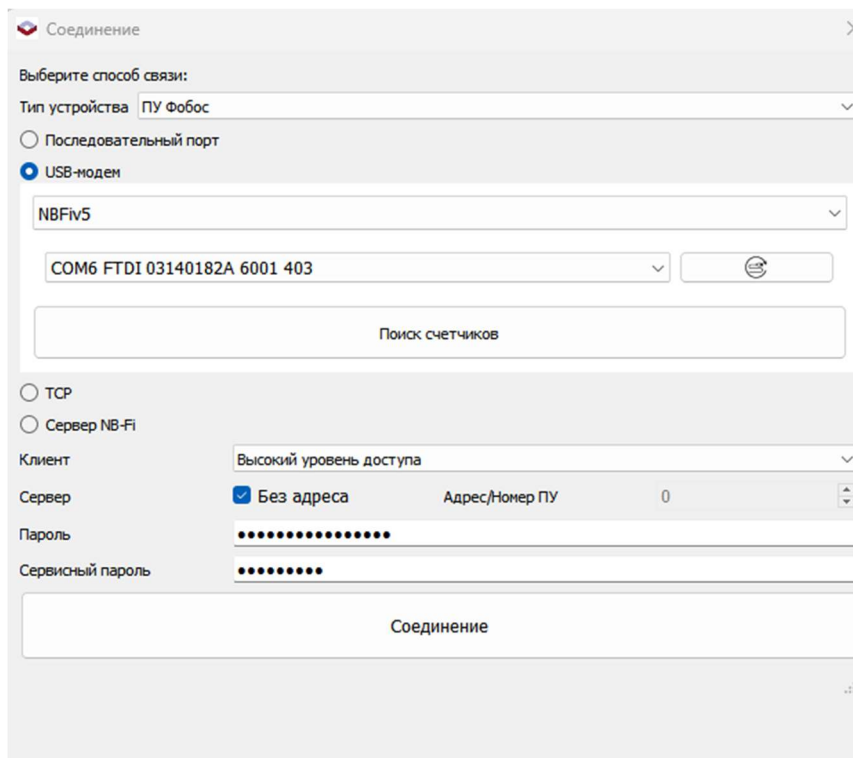

Рисунок 4.5
1. Подключить к ПК устройство, которое будет использоваться как USB-модем (авторизация на сервере не требуется). Выбрать способ связи «USB-модем», а также тип подключаемого USB-модема (см. Рис. 4.5): при подключении при помощи выносного дисплея NB-Fi (для ПУ с версиями встроенного ПО от х.х.6.0) следует выбирать тип «NB-Fi5» (при этом выносной дисплей должен быть ранее привязан к ПУ, см п.4.1.6); при подключении при помощи USB-радиомодема следует выбирать «NB-Fi4 тип2»; для группового подключения при помощи USB-радиомодема следует выбирать «NB-Fi4 тип2 группа» (не работает с ПУ с версиями встроенного ПО от х.х.6.0).